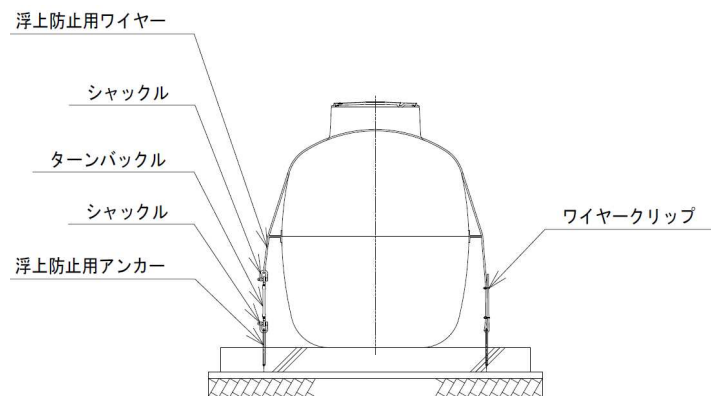

図 7 浮上防止ワイヤーの固定方法
- ・FRP 槽本体を水平に設置した後は、図 7 のように付属の浮上防止ワイヤーを槽本体に巻き、浮上防止用アンカーに結合します。片側はターンバックルを介して結合し、長さを調整し固定します。